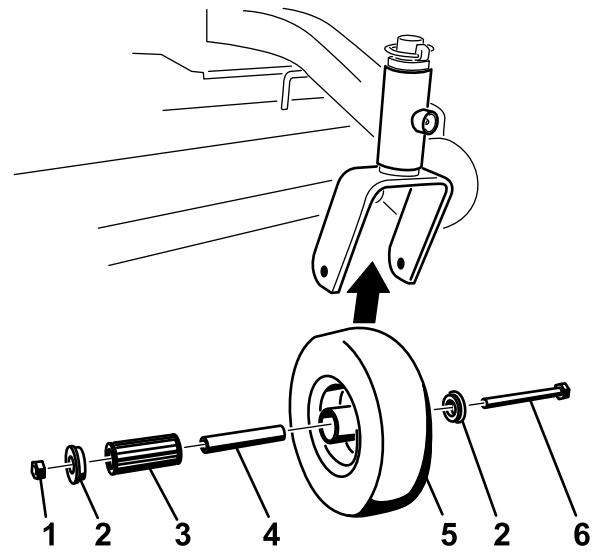

Bild 39
2. Entfernen Sie eine Büchse und ziehen Sie dann die Spannbüchse sowie das Rollenlager aus der Radnabe heraus (Bild 39).
3. Entfernen Sie die andere Büchse aus der Radnabe und entfernen Sie Fett- und Schmutzrückstände von der Nabe (Bild 39).
Hinweis: Tauschen Sie abgenutzte und beschädigte Teile aus (Bild 39).
Hinweis: Fetten Sie das Rollenlager und die Vierkantbüchse ein und schieben beide in die Radnabe. Stecken Sie die zweite Büchse in die Radnabe (Bild 39).
Hinweis: Ziehen Sie die Sicherungsmutter so weit fest, dass die Vierkantbüchse auf die Innenseite der Laufradgabeln trifft (Bild 39).
1. Entfernen Sie die Sicherungsmutter und die Radschraube, mit denen das Laufrad an der Laufradgabel befestigt ist (Bild 39).